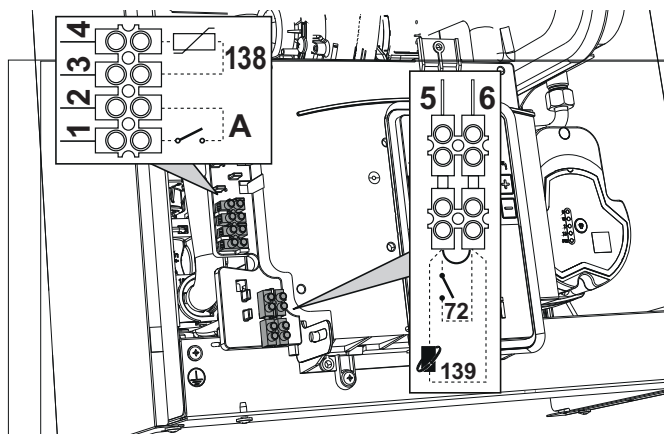
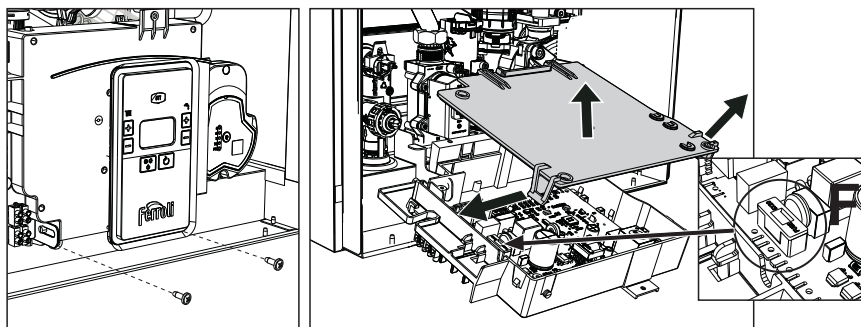

fig. 19
fig. 20
După ce ați scos panoul frontal (***) 'Deschiderea panoului frontal' on page 136 ***) veți putea avea acces la panourile de borne (M) și la siguranța fuzibilă (F) urmând indicațiile descrise în continuare (fig. 19 și fig. 20). **Bornele indicate în fig. 20 trebuie să aibă contactele curate (nu 230 V).** Dispunerea bornelor pentru diferitele conexiuni este indicată și în diagrama electrică din fig. 47.
Configurarea întrerupătorului ON/OFF (A fig. 20)